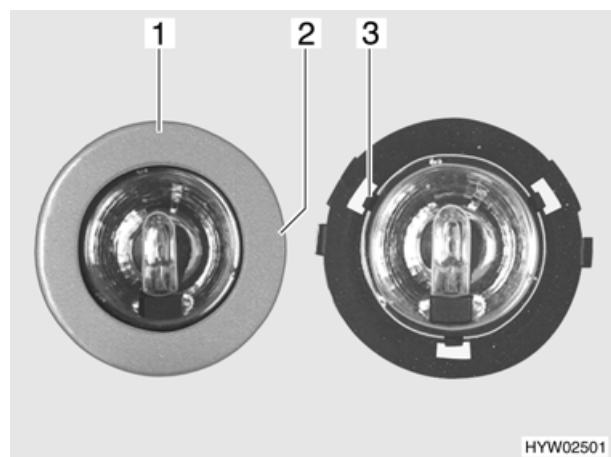

Bild 108 Halogenleuchte
- Langsam die Blende (Bild 108,1) drehen, bis die Nase (Bild 108,2) des Gehäuses in der darunter liegenden Blendennut einrastet.
- 3 Klammern (Bild 108,3) halten die Glasscheibe der Halogenleuchte im Gehäuse. Eine der 3 Klammern zur Seite drücken.